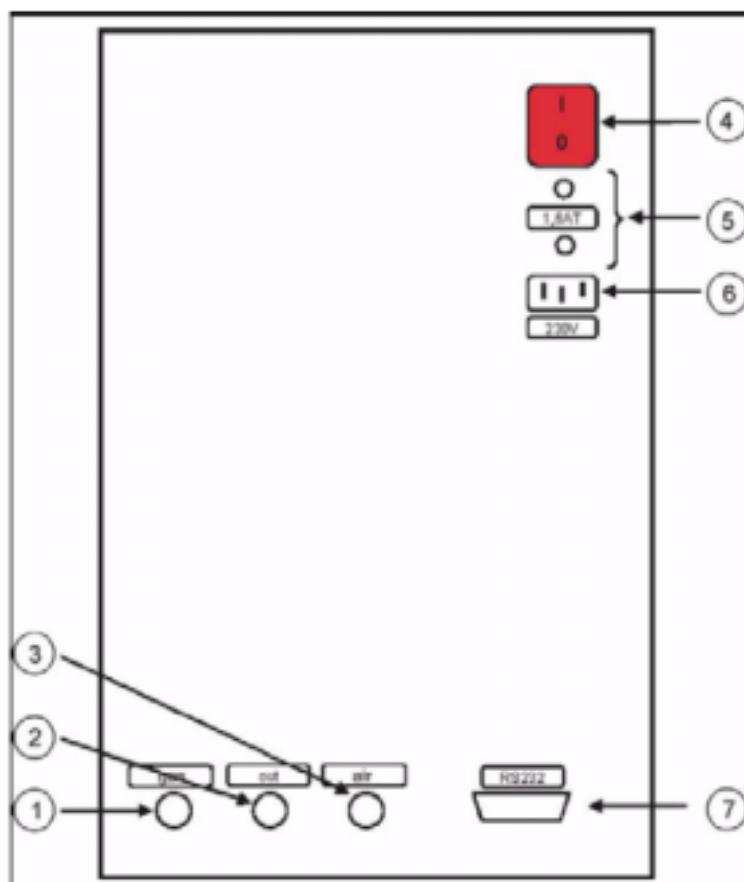

图94 CLD连接
在仪器放置在最终位置之前,先对CLD和测试仪后部进行必要连接(图94和表14)。
1. 打开化学发光检测器后部的电源开关（图 94）；仪器前面的电源灯变亮